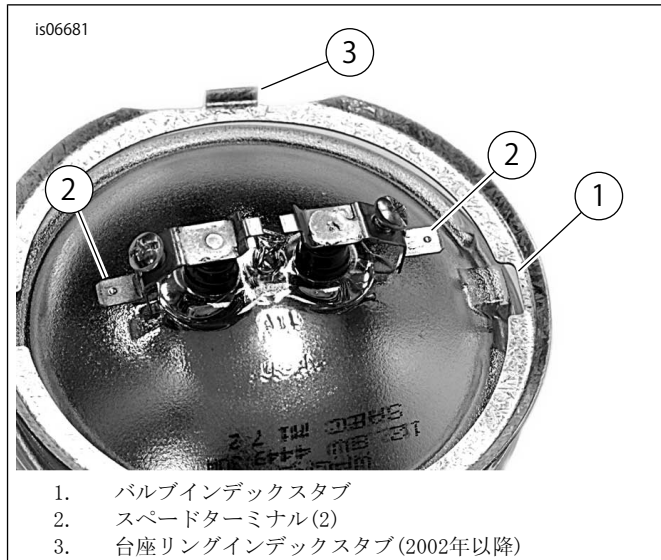

図3。補助ランプバルブターミナル
- 「図3」を参照してください。内側台座リングをバルブ上に取り付けます。黒色配線を、バルブのバルブインデックスタブ(1)の横にあるバルブスピードターミナルに接続します。スピードターミナルの残部に灰色ワイヤーを取り付けます。